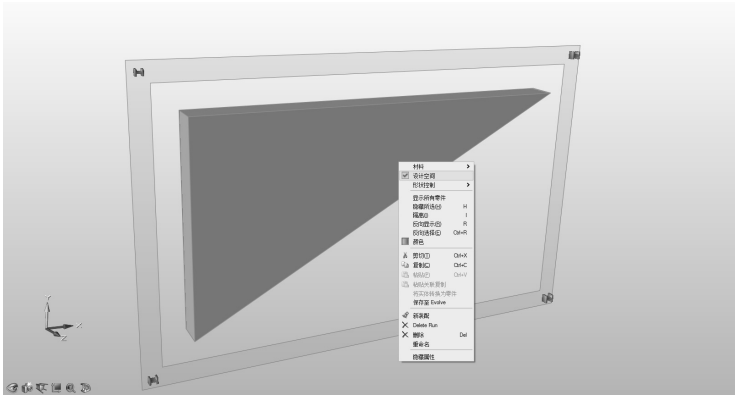

图 1-14
4) 用鼠标右键单击三角支架零件，在弹出的快捷菜单中选中“设计空间”，如图 1-14 所示。